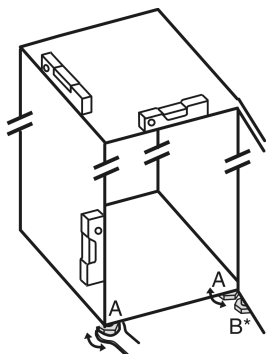

Fig. 68
- ▶ Stelvoetjes Fig. 68 (A) met meegeleverde steeksleutel en met behulp van een waterpas er uit draaien tot het apparaat vast en vlak is uitgelijnd.
- ▶ Stelvoetje Fig. 68 (B) op het lagerblok losdraaien met de bijgeleverde steeksleutel totdat deze op de vloer rust.
- ▶ Stelvoetje Fig. 68 (B) 90° verder draaien.